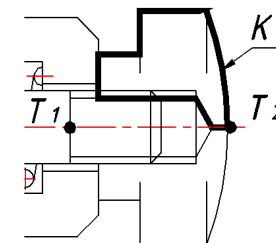

Рис. 30
- ◆ Полилинией строим замкнутый контур для вращения K6 (рис. 30).